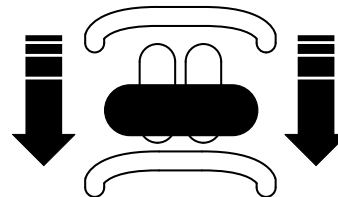

Figure 15
- Pour vous déplacer en marche arrière, tirez la commande de déplacement en arrière (Figure 15).